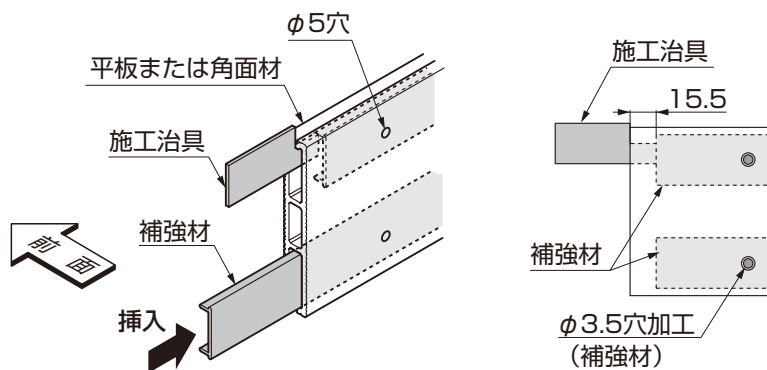

図4-6
②補強材を平板・角面材に挿入してください。(図4-6参照)
③施工治具で補強材の位置を合わせ、①であけたφ5の穴位置にφ3.5の穴加工をしてください。(図4-6参照)